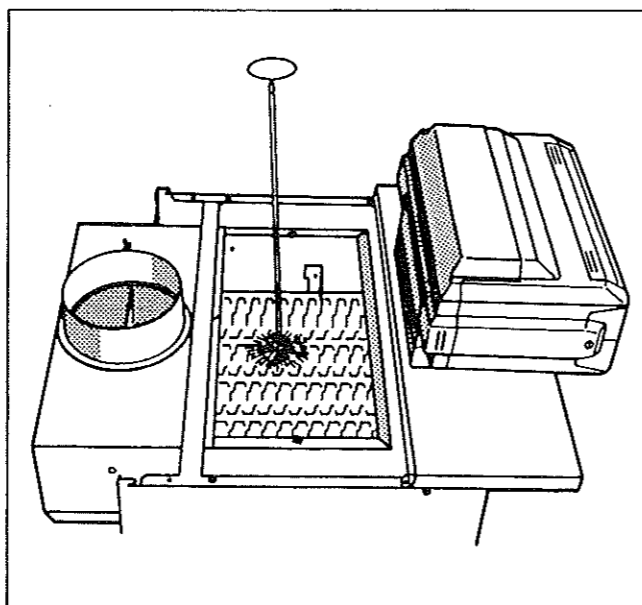

Fig. 26: Pulizia con spazzola
- Spazzolare i tiraggi (Fig. 26).